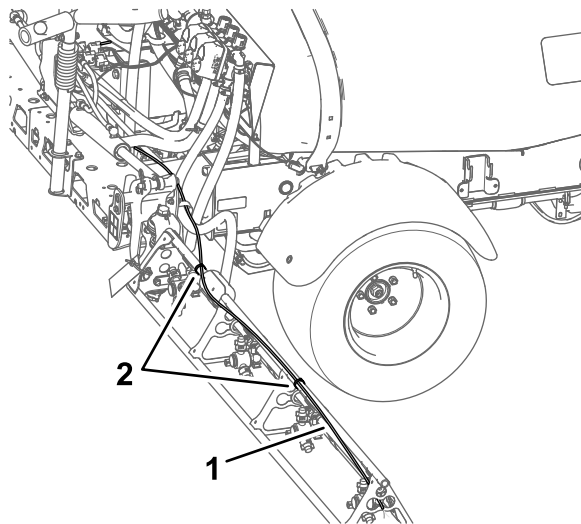

图24
4. 如图24所示沿外侧喷洒段上撑杆的后侧安装管子总成。
6. 如图24所示用扎带将管子总成固定到外侧喷洒段。